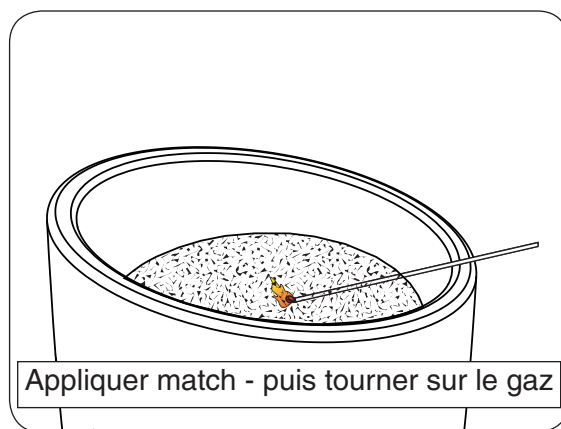

Fig. 24-1
3. Poser une allumettes sur la surface des médias décoratifs près du brûleur (**ne pas tenir le match en main**) (Fig. 24-1).